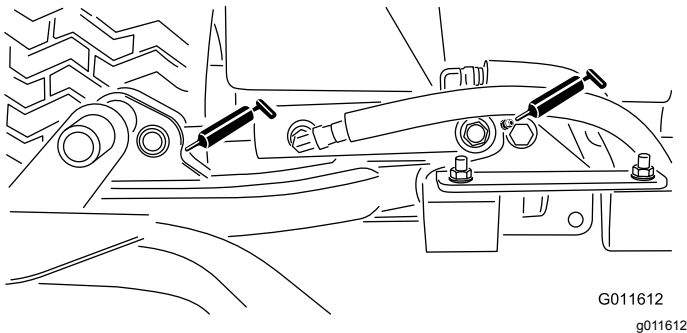

Figura 28
- Cilindros del brazo de elevación de la unidad de corte (2 en cada)—Figura 28
- Pivotes del brazo de elevación (1 en cada)—Figura 28